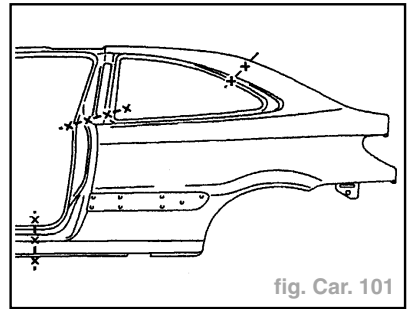

fig. Car. 101
- Tracer puis découper à l'aide d'une scie (fig. Car. 101).